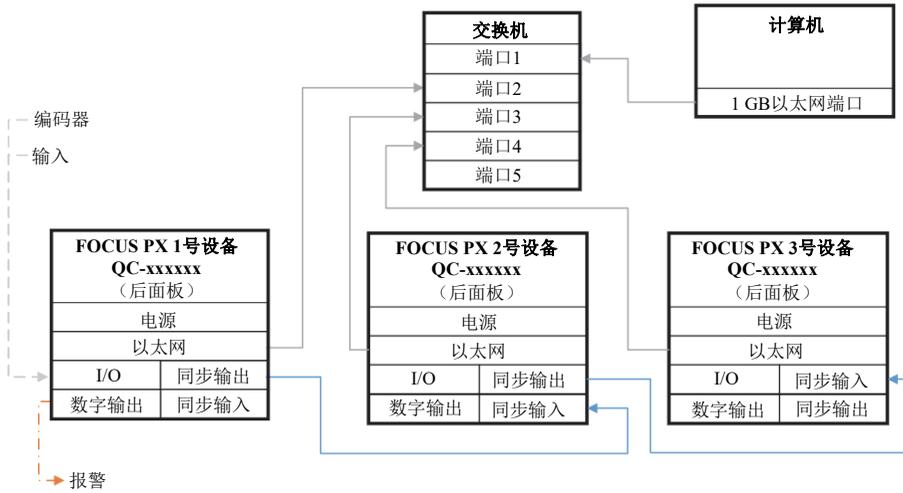

图 1-1 多设备连接
- ◆ 将所有需要的电缆连接到FOCUS PX设备上。下面的示意图表明如何连接多个设备（参见第23页的图 1-1）。如果您只使用一个设备，请只连接第一个设备，无需使用同步输出电缆。